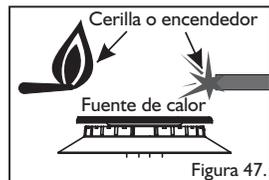

Figura 47.
- Si el producto no posee encendido automático tenga lista la fuente de ignición (cerilla, encendedor) y acérquela a la fuente de calor (Ver figura 47).